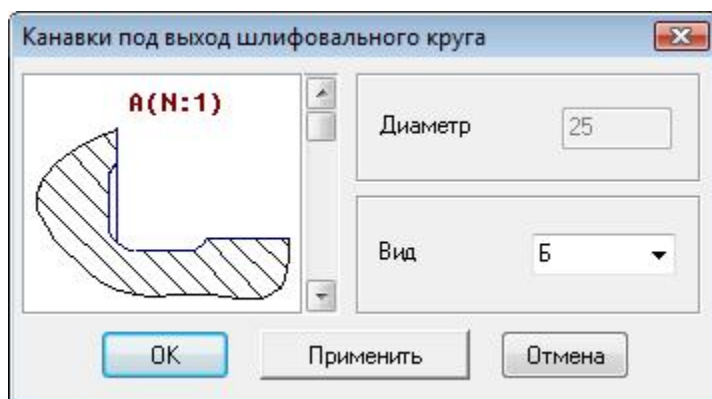

Рис. 3.22. Окно выбора типа и размера конструктивного элемента «Канавка для выхода шлифовального круга» модуля «КОМПАС – Shaft 2D»
- Из предлагаемых системой вариантов, выберите канавку для шлифования по цилиндру и торцу соответствующего вала положения (рис. 3.22). Измените буквенное обозначение выносного элемента и нажмите кнопки *Применить* **ОК**  (на изображении вала появится только обозначение выносного элемента).